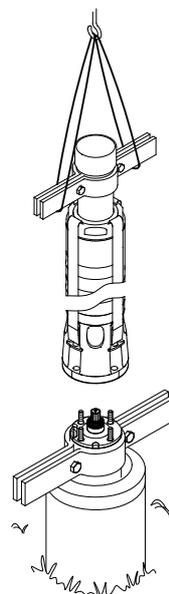

Рис. 19 Подъем и установка насоса
3. Поднимите насосную часть при помощи трубных захватов, см. рис. 19.